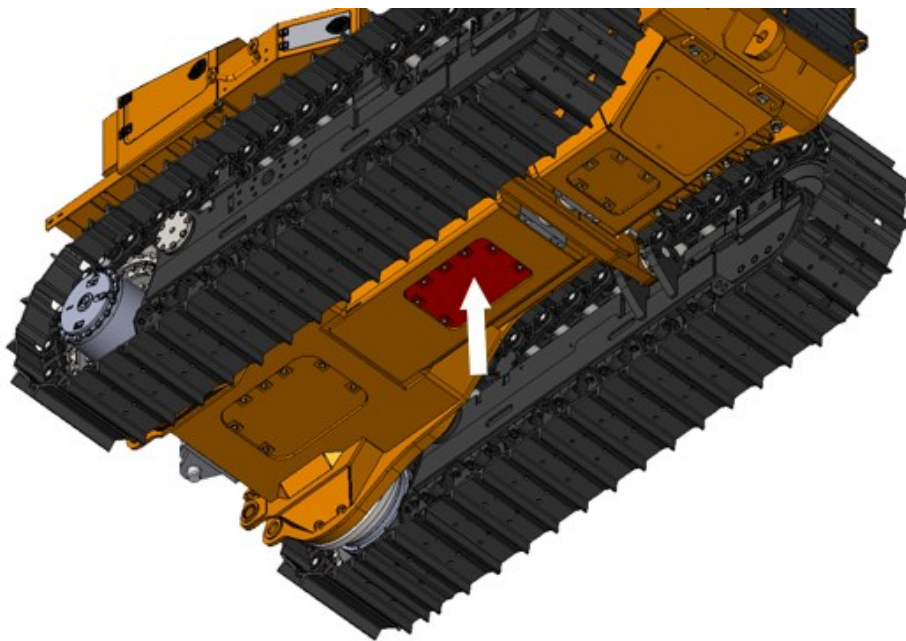

Рисунок 5.81. Крышка брони над силовыми насосами
► Демонтировать крышку брони над силовыми насосами рис. 5.81.
- ▶ Смонтировать крышку брони над силовыми насосами рис. 5.81.